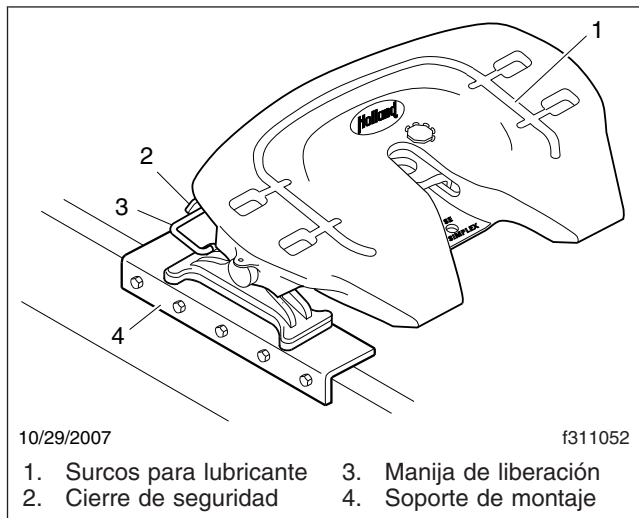

Figura 1, Quinta rueda Holland FWS1
4. Cuando la quinta rueda está cerrada, el seguro debe moverse sin obstrucción y caer libremente a su lugar. Vea la **Figura 1**.